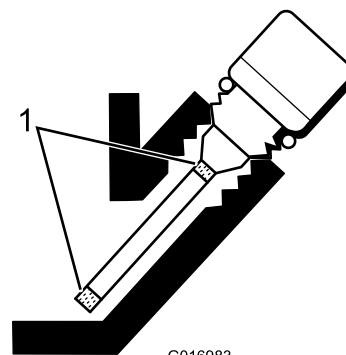

Bild 27
5. Füllen Sie bei niedrigem Ölstand so viel Öl ein, dass der Stand zwischen den Markierungen an der Anzeige liegt (Bild 27). **Füllen Sie nicht zu viel ein.**